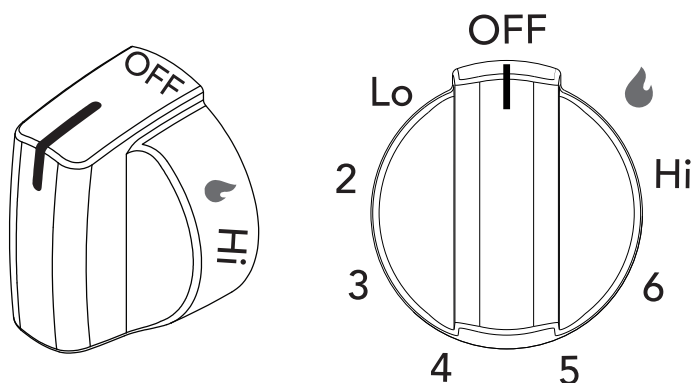

Figure 25: Bouton de commande de la surface de cuisson
2. Appuyer sur le bouton de commande correspondant et tourner dans le sens antihoraire hors de la position < OFF > (FERMÉ) (Figure 25).